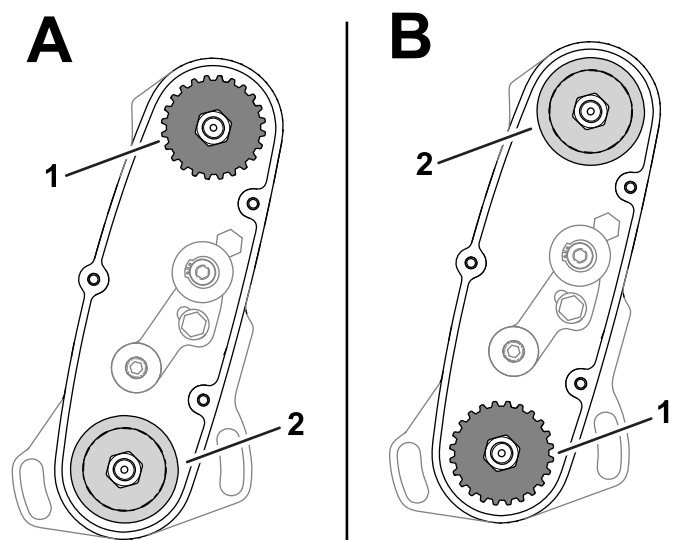

Figura 15
- Poziție **RIDICATĂ**: „A” în Figura 15
- Poziție **COBORĂTĂ**: „B” în Figura 15